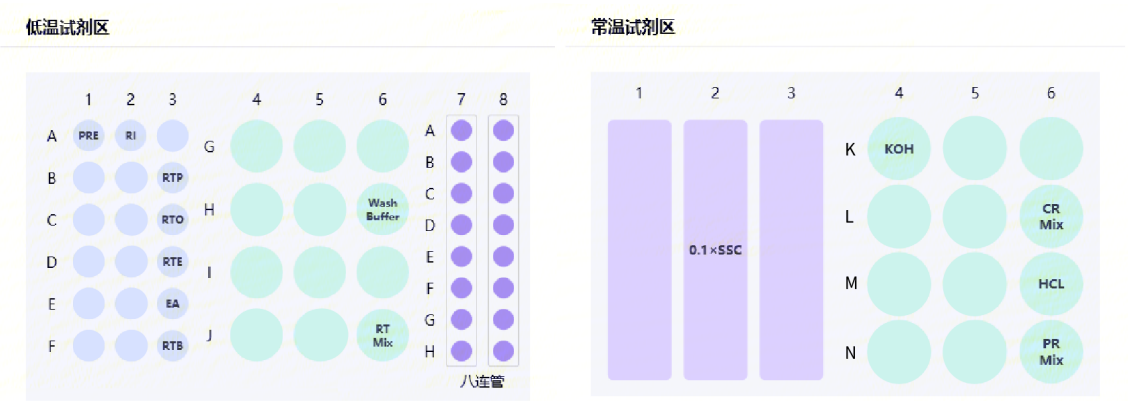

图 3-8 低温试剂区及常温试剂区台面放置示意图 - 反应模块 C
a. 仅使用反应模块 C：请参考图 3-8 放置低温试剂和常温试剂；
* 孔位编号，参考图 3-8 至 3-12 的台面示意图中的编号。